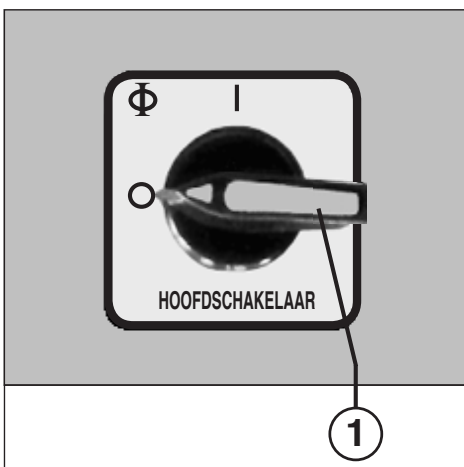

Fig. 1
### BEDIENINGSORGANEN (Fig. 1, 2 en 4):
- 1 = Hoofdschakelaar (noodstop) (Fig. 1)**